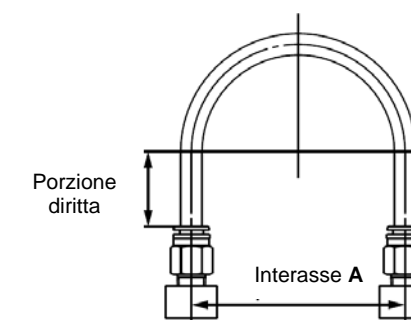

Figura 7
• Durante il collegamento dei tubi mediante raccordi istantanei, prevedere una lunghezza del tubo di riserva come indicato nella Figura 7.